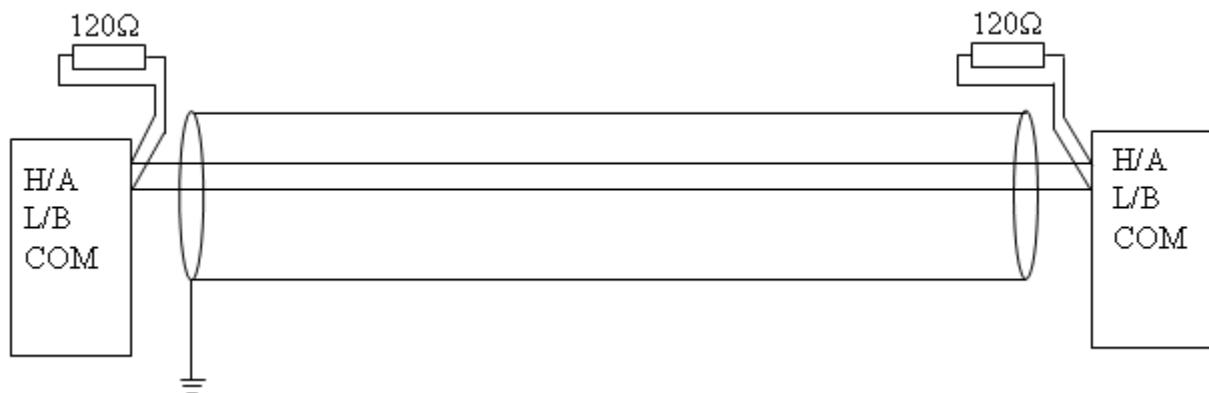

FIGURA 1 – DISTANCIAS MÁS CORTAS (TODOS LOS COMPONENTES DE RED DENTRO DE UN CUARTO)
1. Para distancias más cortas (todos los componentes de red dentro de un cuarto) – figura 1